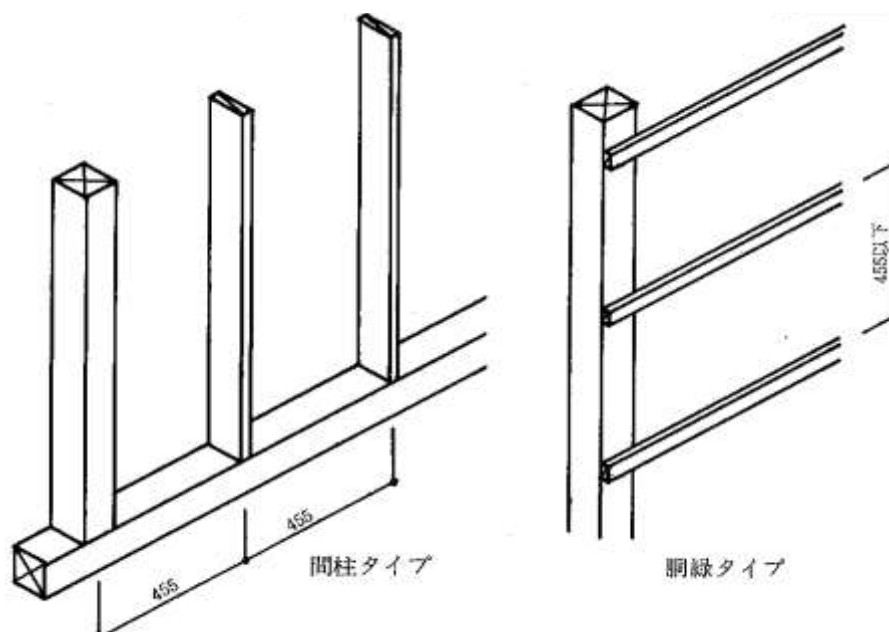

図 9 木造のラスシート下地
① 木造直張りラスシート下地
- ・柱や間柱に直接ラスシートを留め付ける場合ラスシートは横張とし、柱や間柱の間隔は図 9 左図のように 455mm 以内としてください。
- ・ラスシートを横胴縁に留め付ける場合、胴縁は、厚さ 15mm × 幅 75mm 以上とし、間隔は図 9 右図のように 455mm 以内としてラスシートは縦張りとしてください。